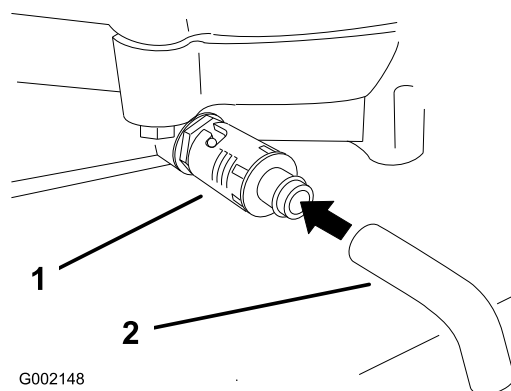

Figura 24
4. Coloque um recipiente debaixo do orifício de escoamento de óleo. Rode a válvula de drenagem de óleo para deixar o óleo drenar (Figura 24).